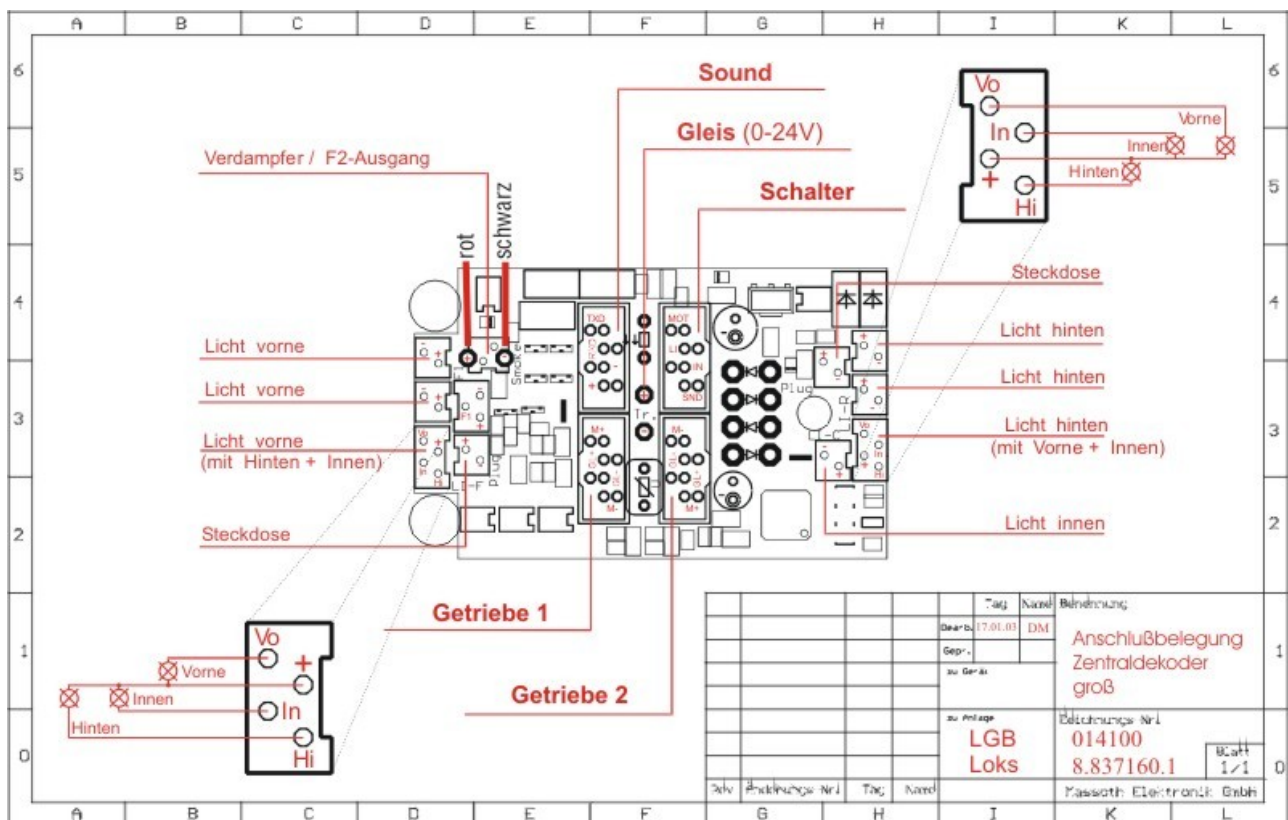

Bild 3: Anschluss am Onboarddecoder
- Lok zerlegen, insgesamt 8 Schrauben, davon befinden sich 2 schwer zugänglich unter einem Drehgestell, Gehäuse abheben (Innenleben im Urzustand, Bild 3).
Wer diese Möglichkeit nicht benötigt, sollte den Schiebeschalter auslöten und lediglich die Strombahnen (weiß, grün, braun sowie zusätzlich gelb) zur elektrischen Verbindung der beiden Getriebe nutzen (Bild 3+4).